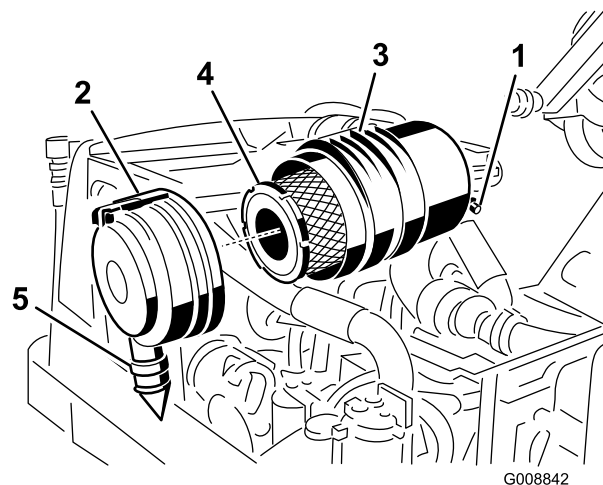

Bild 57
Warten Sie den Luftfilter nur, wenn die Wartungsanzeige dies angibt (Bild 57). Das frühzeitige Auswechseln des Luftfilters erhöht nur die Gefahr, dass Schmutz in den Motor gelangt, wenn Sie den Filter entfernen.
1. Ziehen Sie den Riegel nach außen und drehen Sie die Luftfilterabdeckung nach links (Bild 57).
2. Entfernen Sie den Hauptfilter (Bild 57). Das Reinigen eines verwendeten Elements wird nicht empfohlen, da das Filtermedium beschädigt
3. Wechseln Sie den Hauptfilter aus (Bild 57).
6. Setzen Sie die Abdeckung ein, richten Sie das Gummiablassventil (Bild 57) nach unten, ungefähr zwischen 17.00 und 19.00 Uhr (vom Ende her gesehen). Befestigen Sie den Riegel.